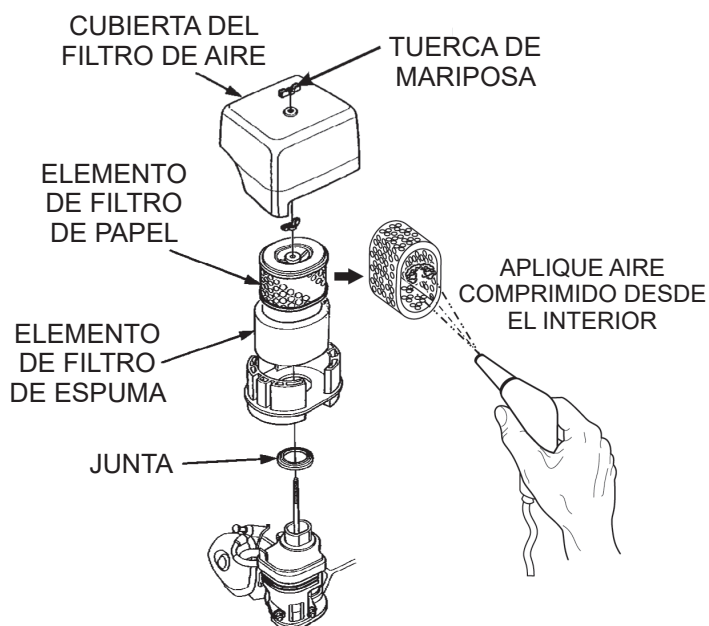

Figura 22. Filtro de aire del motor
1. Quite la cubierta del filtro de aire y el elemento de espuma como se muestra en la Figura 22.
2. Golpee el elemento de papel (consulte la Figura 22) varias veces sobre una superficie dura para eliminar la suciedad o aplique aire comprimido que no supere 30 psi (207 kPa, 2,1 kgf/cm²) a través del elemento desde el lado de la caja. **NUNCA** cepille la suciedad. El cepillado empujará la suciedad hacia las fibras. Reemplace el elemento de papel si está excesivamente sucio.